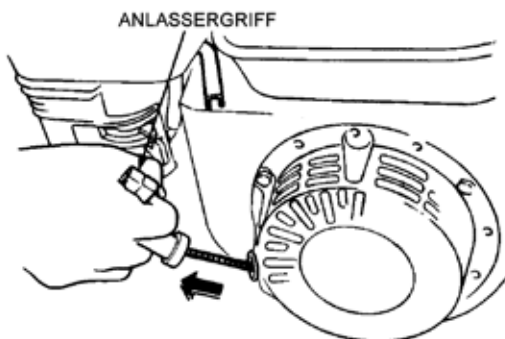

Abbildung 24. Anlassergriff
3. Bringen Sie den **Fliehkraftnotausschalter** (Abbildung 24) in die Stellung "EIN".
- Greifen Sie den Anlassergriff (Abbildung 24) und ziehen Sie diesen langsam heraus. An einer bestimmten Stelle, die dem Kompressionspunkt entspricht, wird der Widerstand am stärksten. Ziehen Sie den Anlassergriff kräftig und schnell, um den Motor anzulassen.